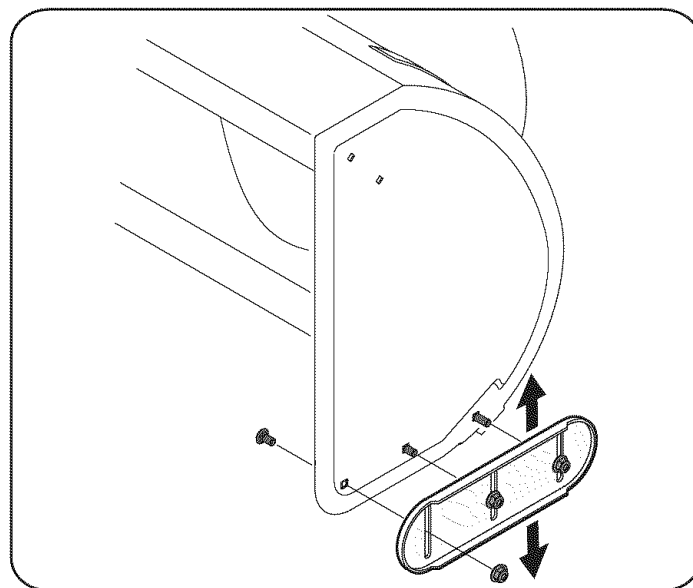

Figura 8
1. Afloje las seis tuercas hexagonales (tres a cada lado) y los pernos del carro. Mueva las zapatitas antideslizantes a la posición deseada. Vea la Figura 8.